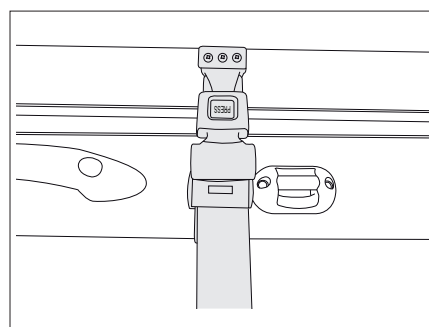

Fig. 118 Ceinture de sécurité du lit escamotable manuel
- Fixer le lit escamotable au toit avec la ceinture de sécurité (Fig. 118).